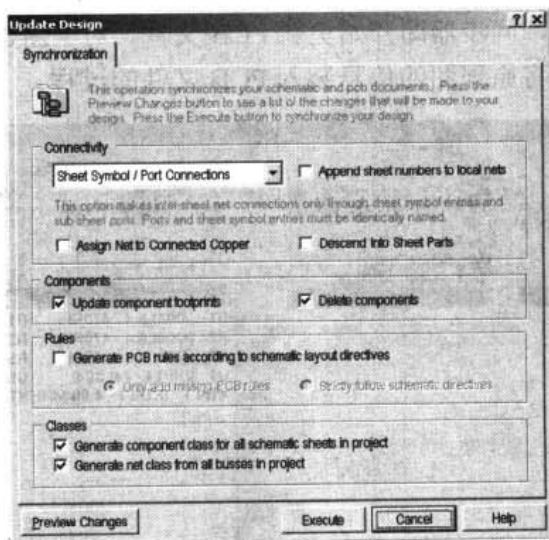
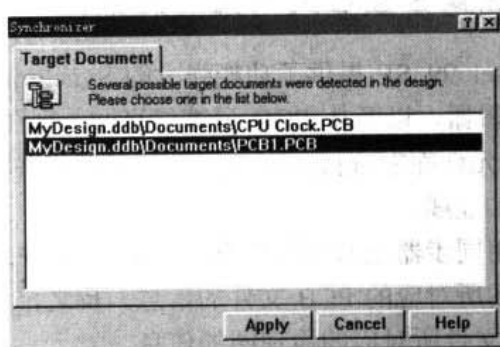
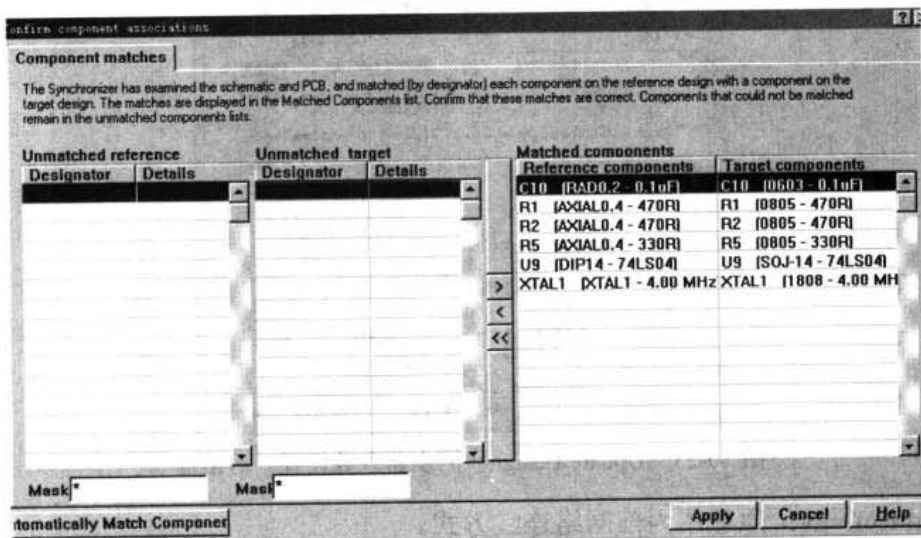

图 10-23 Update Design (同步器参数设置) 对话框
图 10-24 Synchronizer (同步器目标 PCB 文件确认) 对话框
图 10-25 PCB 更新元件匹配信息
- (1) 打开 CPU Clock.sch 文件, 执行菜单命令 Design|Update PCB (更新 PCB), 即可弹出如图 10-23 所示的 Update Design (同步器参数设置) 对话框。其中各选项的含义如下:
注意: 如果设计数据库文件中存在不止一个 PCB 文件时, 同步器会首先确认目标 PCB 文件。执行菜单命令 Design|Update PCB (更新 PCB) 后, 将先弹出如图 10-24 所示的目标 PCB 文件确认对话框。如选择要更新的 PCB 文件, 单击 Apply 按钮, 即可再进入如图 10-23 所示的同步器参数设置对话框。
- (2) 设置完同步器的参数后, 单击图 10-23 中的 Execute 按钮, 同步器开始扫描所选的 PCB 文件信息和原理图信息, 之后给出元件匹配信息, 如图 10-25 所示。单击图 10-25 中的 Apply 按钮, 同步器即开始更新 PCB 文件。对于新建一个 PCB 文件来说, 这个更新过程即是把原理图的信息装入 PCB 文件的过程。